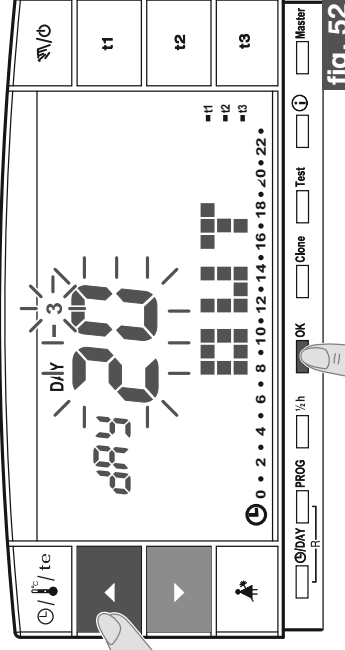

fig. 52
- Sul display appare il giorno corrente lampeggiante. Con i tasti **▲** **▼** impostare il giorno in cui si intende attivare il programma Holiday (lasciare l'abitazione); nota: in base al mese e al giorno impostato si aggiornerà in automatico il giorno della settimana). confermare premendo il tasto **OK** (fig. 52).